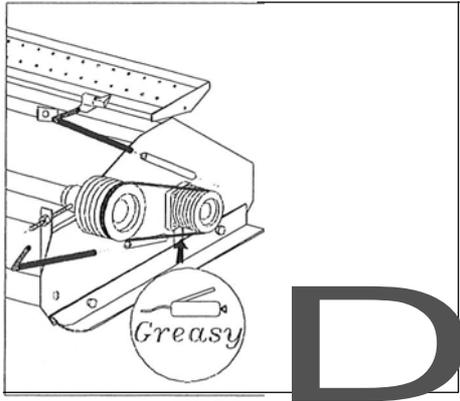

Figure 12a: ajouter de la graisse
2. **Graisser**, grâce aux graisseurs, **les supports du rotor porte-couteaux** (table 2 page 13 figure 12a et 12b).